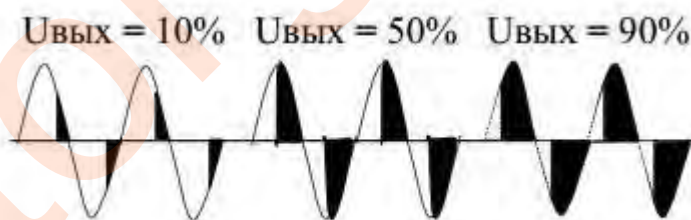

Рисунок 9
7.6.1 Фазовое управление осуществляется изменением угла открытия силовых приборов (рисунок 9).